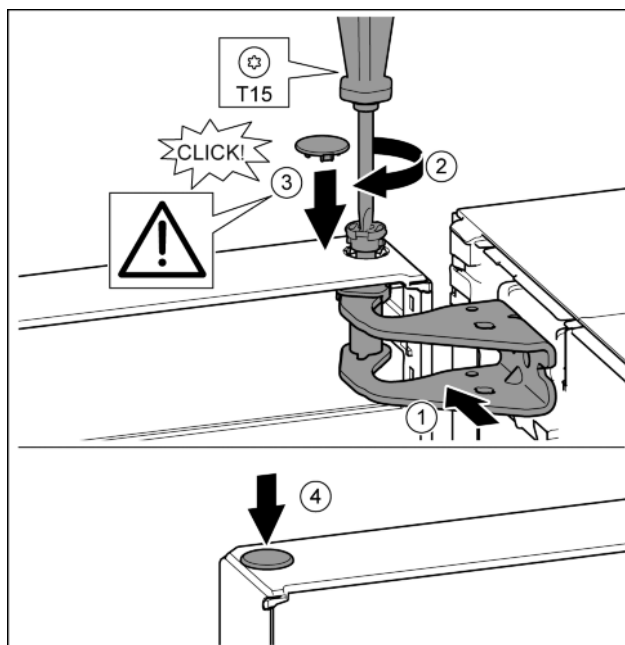

Fig. 24
- ▶ Wyrównać drzwi u góry względem otworu w płytce zawiasu. Fig. 24 (1)
- ▶ Założyć sworzeń i dokręcić śrubokrętem T15. Fig. 24 (2)
- ▶ Zamontować osłonę bezpieczeństwa w celu zabezpieczenia drzwi: Włożyć osłonę zabezpieczającą i sprawdzić, czy przylega ona do drzwi. Ponadto założyć cały sworzeń. Fig. 24 (3)
- ▶ Założyć zatyczkę. Fig. 24 (4)